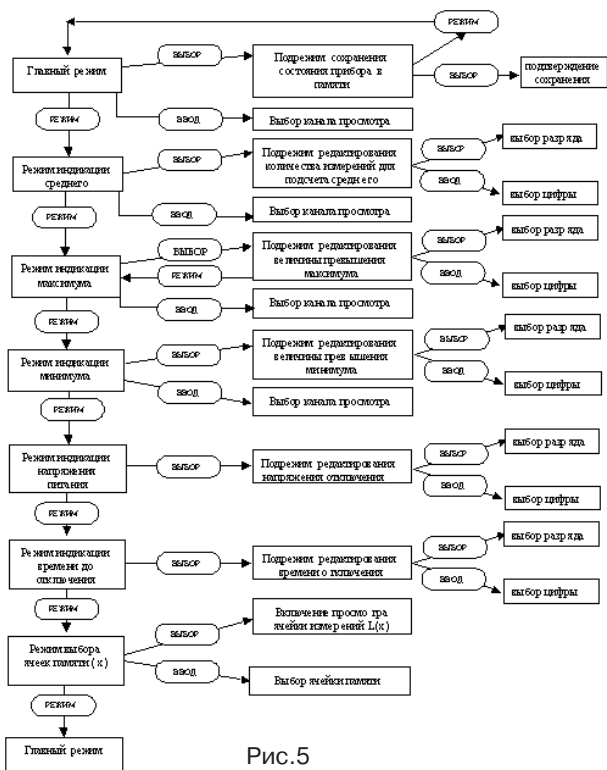

Рис.5
2.3.1 Алгоритм работы ТК-5-11 приведен на рис. 5.